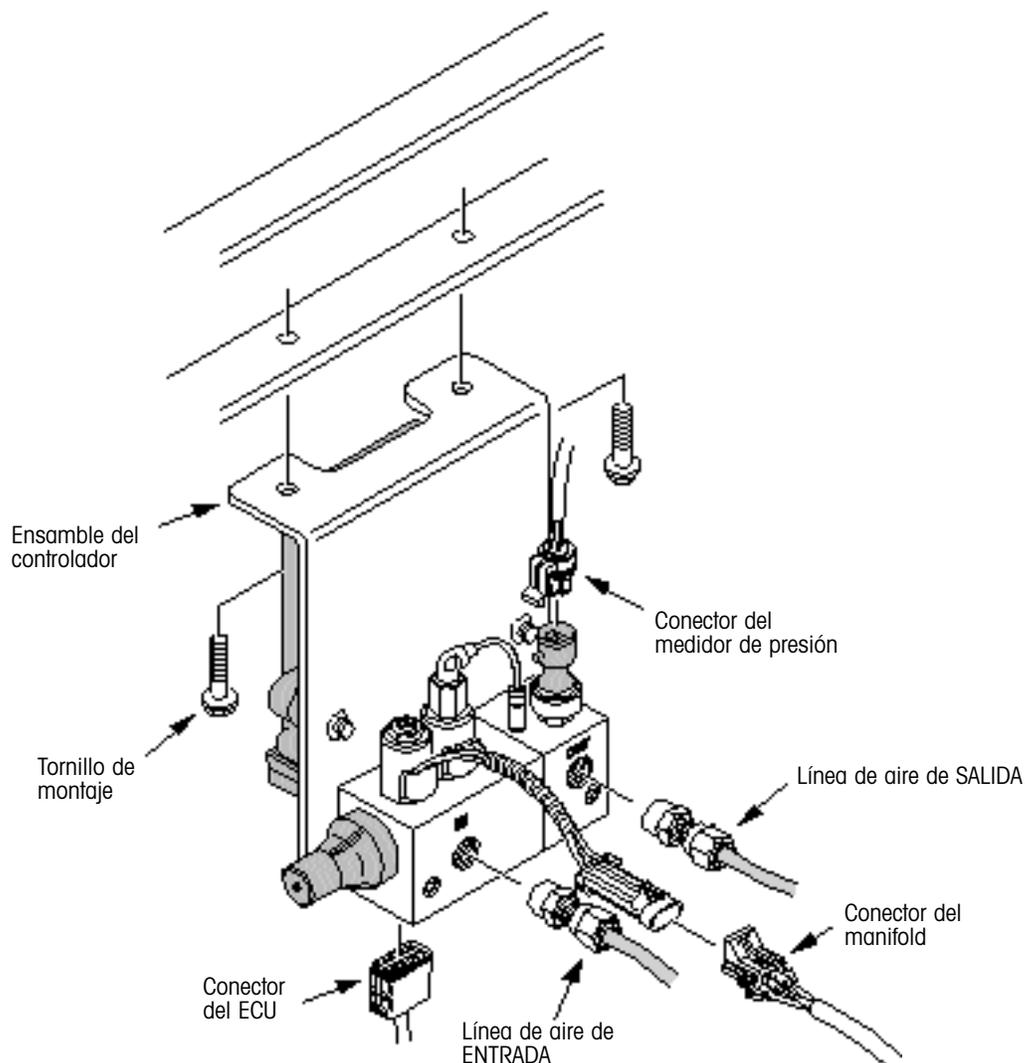

Figura 26. Reemplazo del ensamblaje del controlador
2. Desconecte el conector del medidor de presión (figura 26).